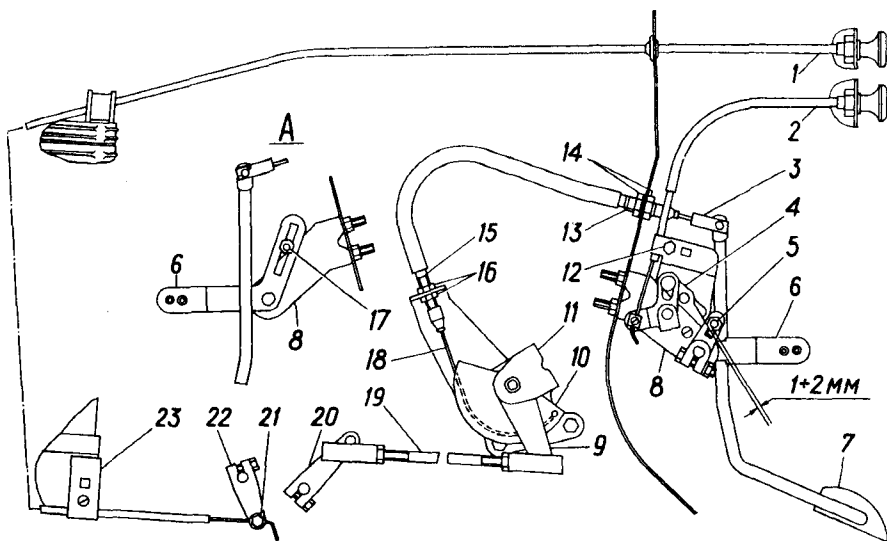

Рис. 7.6. Механизм управления приводом подачи топлива:
**7.6. Привод управления подачей топлива двигателя Д-245.7** — механический, состоит из педали 7 (рис. 7.6), соединённой с рычагом подачи топлива ТНВД, тяги останова 1, тяги ручного управления 2.